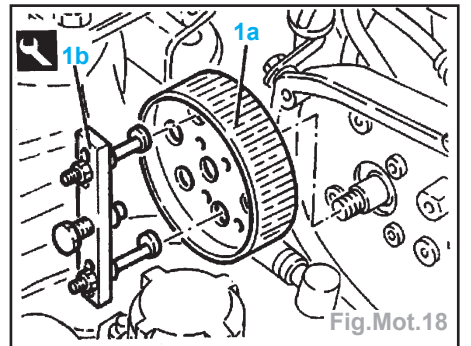

Fig.Mot.18
- mettre en place l'extracteur (1b) et déposer la poulie (1a) (Fig.Mot.18).